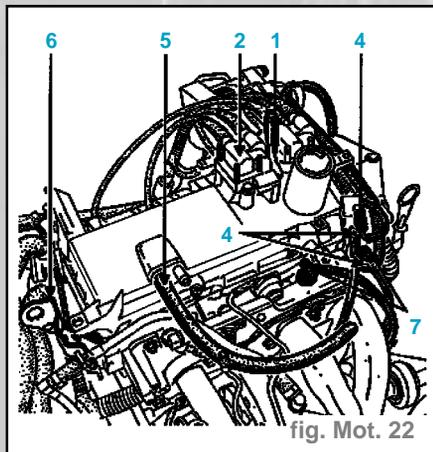

fig. Mot. 22
- le connecteur des bobines d'allumage ainsi que le connecteur (1) (fig. Mot. 22)